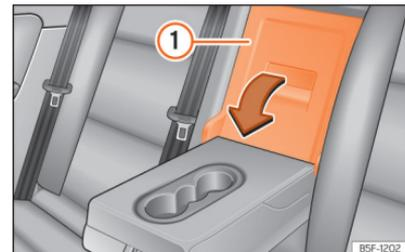

Abb. 193 An der Rücksitzlehne: Öffnung der Durchladeeinrichtung.
- Ziehen Sie den Entriegelungshebel in Pfeilrichtung und schwenken Sie den Deckel der Durchladeeinrichtung »» (Abb. 193) ① vollständig nach vorn.